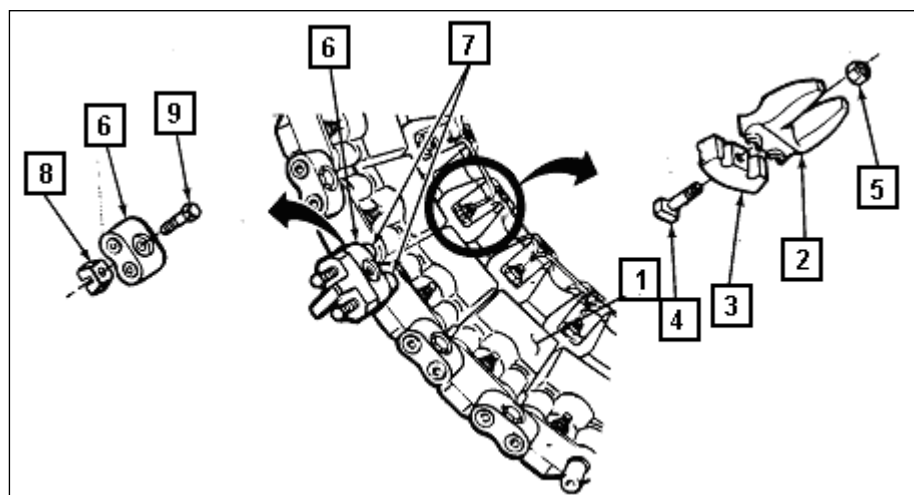

Fig 6-15. Instalação de patim
b. Instalação (Fig 6-15) - Se possível, o patim da lagarta a ser instalado será aproximadamente da mesma espessura dos patins adjacentes para prevenir desnecessária vibração no CC.
(1) Posicionar o patim (1) próxima para lagarta. Posicionar a guia central (29) e tampa (3) nos pinos do patim. Segurar com parafuso (4) e porca (5).
(2) Introduzir os conectores (6) completamente nos pinos do patim (7).
(3) Posicionar as cunhas (8) nos conectores e fixar com parafusos (9).
(4) Conectar a lagarta.